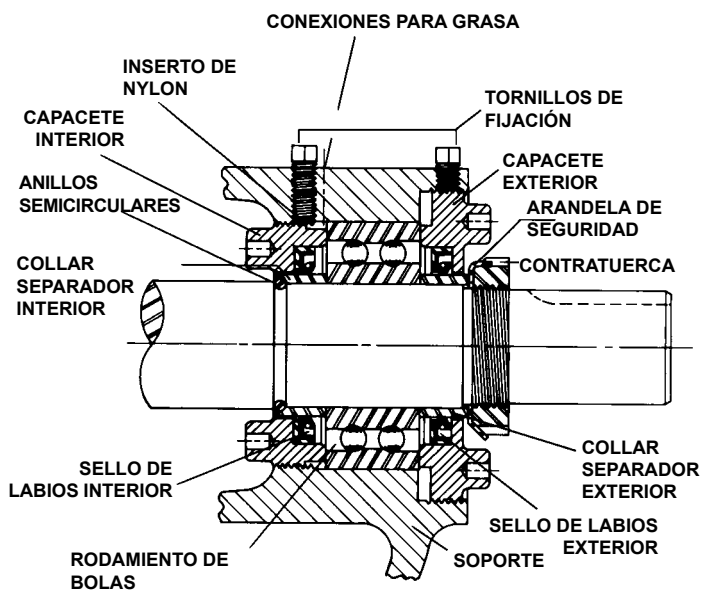

FIGURA 10
6. Deslice el collar separador de rodamientos interior sobre el eje con el extremo ranurado hacia el rotor. **NOTA:** El par de anillos semicirculares debe insertarse en la ranura del eje y luego deslizar el collar separador sobre ellos. **Consulte la Figura 10** (no usado en las bombas tamaño Q y M).
7. Presione el sello de labios (el labio hacia el extremo del eje) en el capatete interior e inserte el capatete por el extremo del eje del soporte. Con dos dedos, gírelo en el sentido de las agujas del reloj (mirando al extremo del eje) hasta que enganche con las roscas. Los resaltes del capatete deben estar hacia el rotor. Gire el capatete hasta que se proyecte levemente en la apertura ubicada al costado del soporte. **NOTA:** El capatete no se debe girar tanto que el labio del sello de labios suelte el extremo del collar separador en el eje o el capatete se desengrane de las roscas. **Consulte la Figura 10.**
9. Instale el sello de labios (el labio hacia el extremo del eje) y el separador de rodamientos en el capatete exterior y gírelo hacia el soporte hasta que esté apretado contra el rodamiento. **Consulte la Figura 10.**
10. Coloque la arandela de seguridad y la contratuerca en el eje. Inserte un pedazo de madera dura o latón por la apertura del puerto entre los dientes del rotor para impedir el giro del eje. Apriete la contratuerca a 163 a 203 Nm (120 a 150 pie-libras) Torsión (LS) o 230 a 258 Nm (170 a 190 pie-libras) Torsión (Q, QS, M). Doble una espiga de la arandela de seguridad en la ranura de la contratuerca. Si la espiga no se alinea con la ranura, apriete la ranura hasta que lo haga. No apretar la contratuerca o enganchar la espiga de la arandela de seguridad podría provocar una falla temprana del rodamiento y provocar daños al resto de la bomba. Retire el trozo de madera dura o de latón de la apertura del puerto.
Consulte la Figura 10.